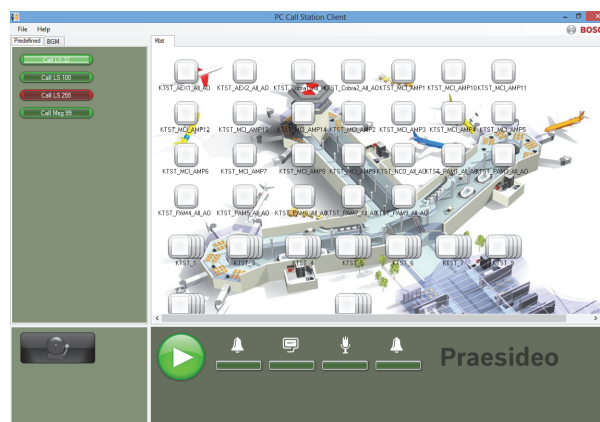

figure 62.2 : Onglets des appels prédéfinis
- 7 Cliquez sur le bouton *OK*. Un écran semblable à celui illustré à la figure 62.2 s'affiche.